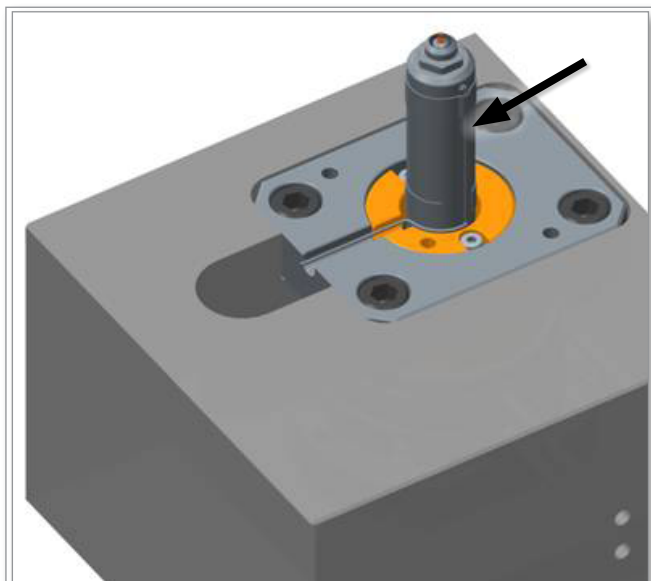

Figura 11-26 Monte el termopar de la boquilla
7. Monte el termopar de la boquilla en la parte delantera de la boquilla. Consulte la Figura 11-26.